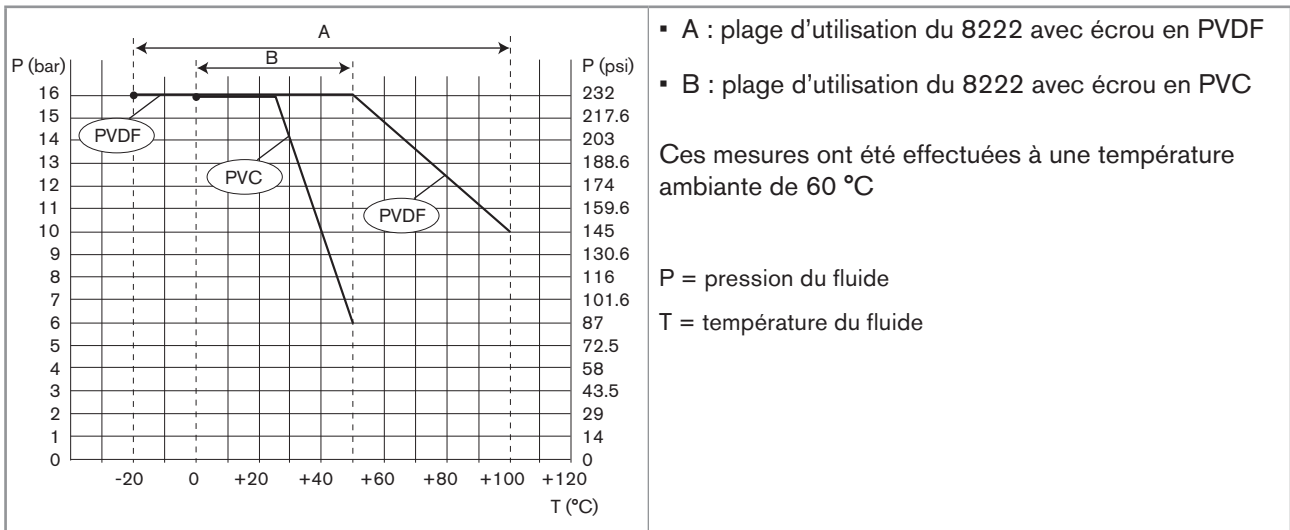
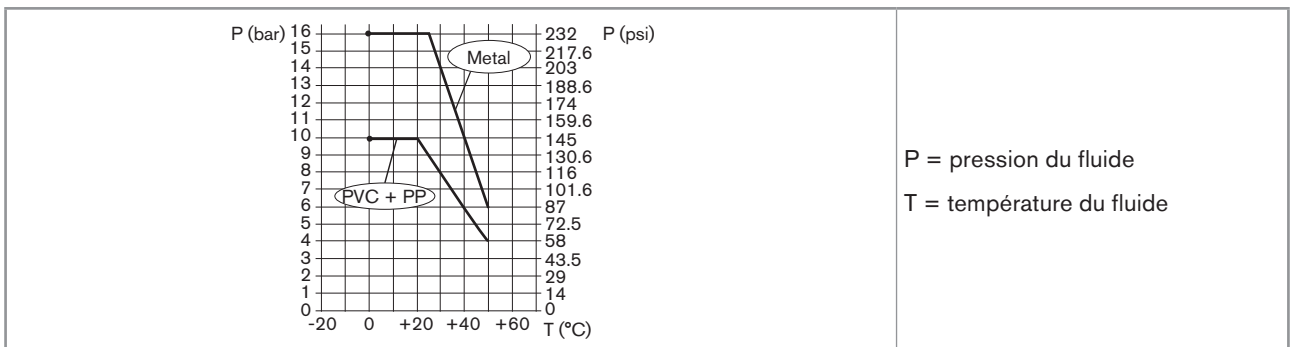
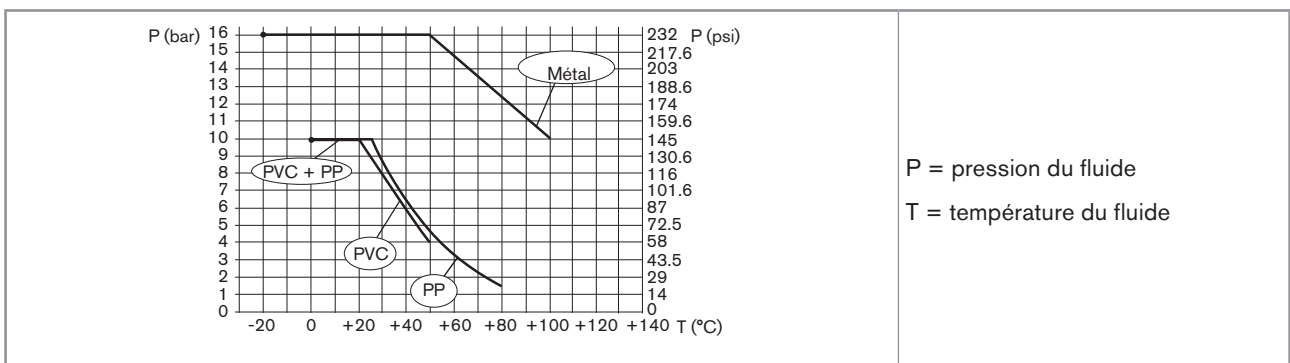

Fig. 3 : Dépendance entre la température du fluide et la pression du fluide, type 8222 avec écrou en PVC ou en PVDF
Fig. 4 : Dépendance entre la température du fluide et la pression du fluide, type 8222, avec écrou en PVC et un type S022 en métal, PVC ou PP
Fig. 5 : Dépendance entre la température du fluide et la pression du fluide, type 8222 avec écrou en PVDF et un type S022 en métal, PVC ou PP
Avec écrou en PVDF (voir Fig. 3 et Fig. 5)	-20...+100 °C
Avec écrou en PVC (voir Fig. 3 et Fig. 4)	0...+50 °C
2) non évalué par UL	La pression du fluide peut être limitée par la température du fluide, par le matériau de l'écrou et par le matériau du raccord utilisé. Voir Fig. 3, ig. 4 et Fig. 5.